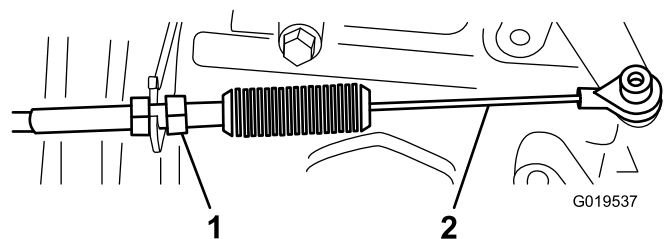
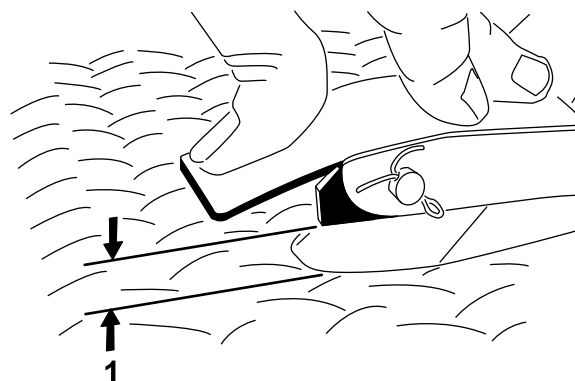

Figura 67
Figura 68
2. Ajuste a rótula do cabo de acelerador (Figura 67) para permitir uma folga de 2,54 a 6,35 mm entre o braço do pedal de acelerador e a parte superior da chapa do piso (Figura 68), quando aplica uma força de 11,3 kg ao centro do pedal.
3. Aperte a porca de bloqueio (Figura 67).